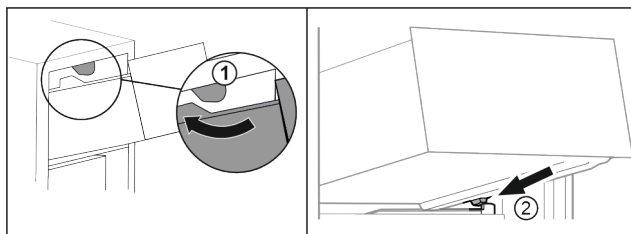

Fig. 22
- ▶ Vedte zásuvku podél horních zarážek. Fig. 22 (1)
- ▶ Nasadte zásuvku šikmo za dolní zarážky na žebrování na nádobu. Fig. 22 (2)